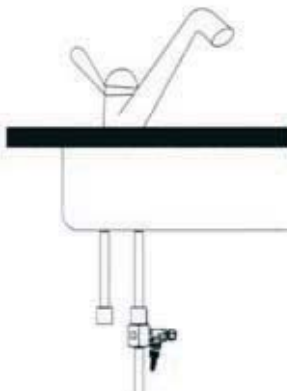

Рис. 7
2.4. Установите узел в сборе в сборе в разрыв подводящего шланга и арматуры смесителя, как показано на **рис. 7**.